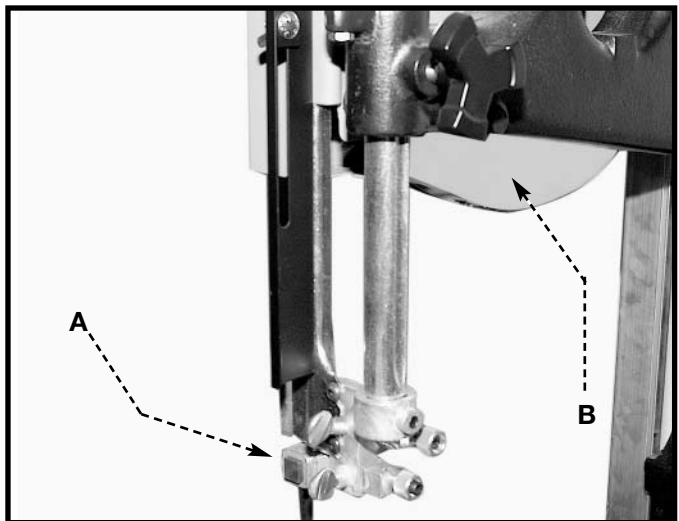

Fig. 33
Fije superior del montaje de la guía de la lámina (A) Fig. 33 tan cerca como sea posible a la superficie superior del objeto. Afloje la perilla de la cerradura (B) y mueva el montaje de la guía (A) a la posición deseada.